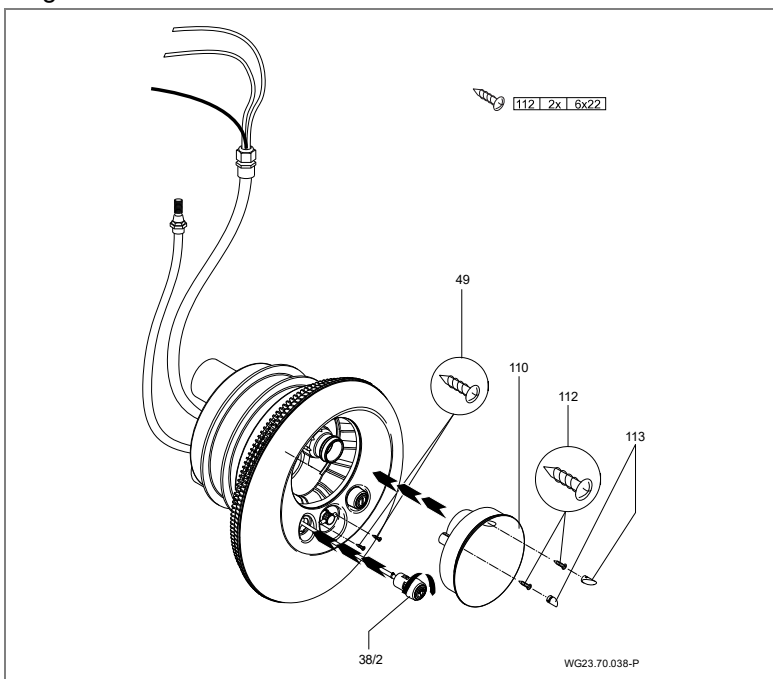

Fig. 19
8. Colocar la placa de acero inoxidable (93) contra la carcasa de aspiración (107) y fijarla a la carcasa de las boquillas con los dos tornillos (49). Inserte los dos interruptores neumáticos a través del embellecedor en el alojamiento del cuerpo de boquillas y gire hacia la derecha para bloquear. (Fig. 19)
9. La fijación de la cubierta de luz (110) proporciona una fijación adicional para la placa de acero inoxidable (93). Para ello, insertar la cubierta de luz (110) en la carcasa de las
- boquillas (102.1) por la boquilla de bola (54) y fijarla con los dos tornillos (112). (Fig. 19)